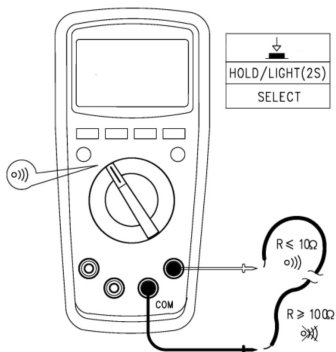

Рис. 5 Проверка электрических цепей
7.3 Прозвонка электрических цепей (см. рис. 5)